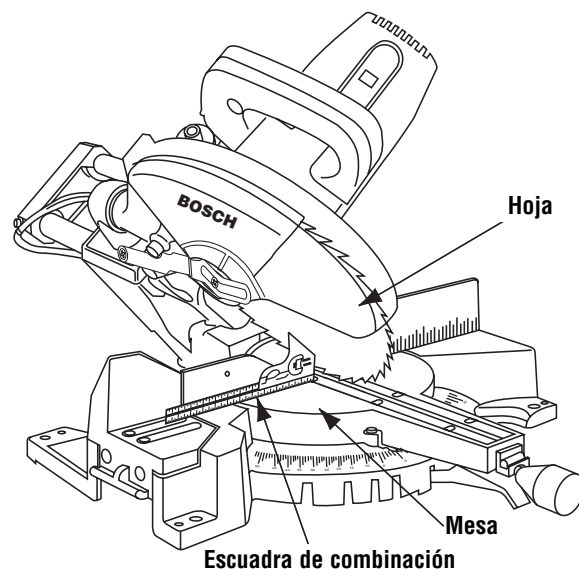

Figura 8. Hoja a 45° respecto a la mesa
4. Afloje el mango de fijación de bisel e incline el ensamblaje del cabezal hasta el bisel de 45°. Compruebe el tope de bisel de 45°. El indicador de bisel debe estar en la marca de 45°, el tope de bisel de 45° debe estar en contacto completo con el tornillo de tope de bisel de 45° y la hoja debe hacer contacto con toda la longitud de la escuadra de combinación (Figura 8).